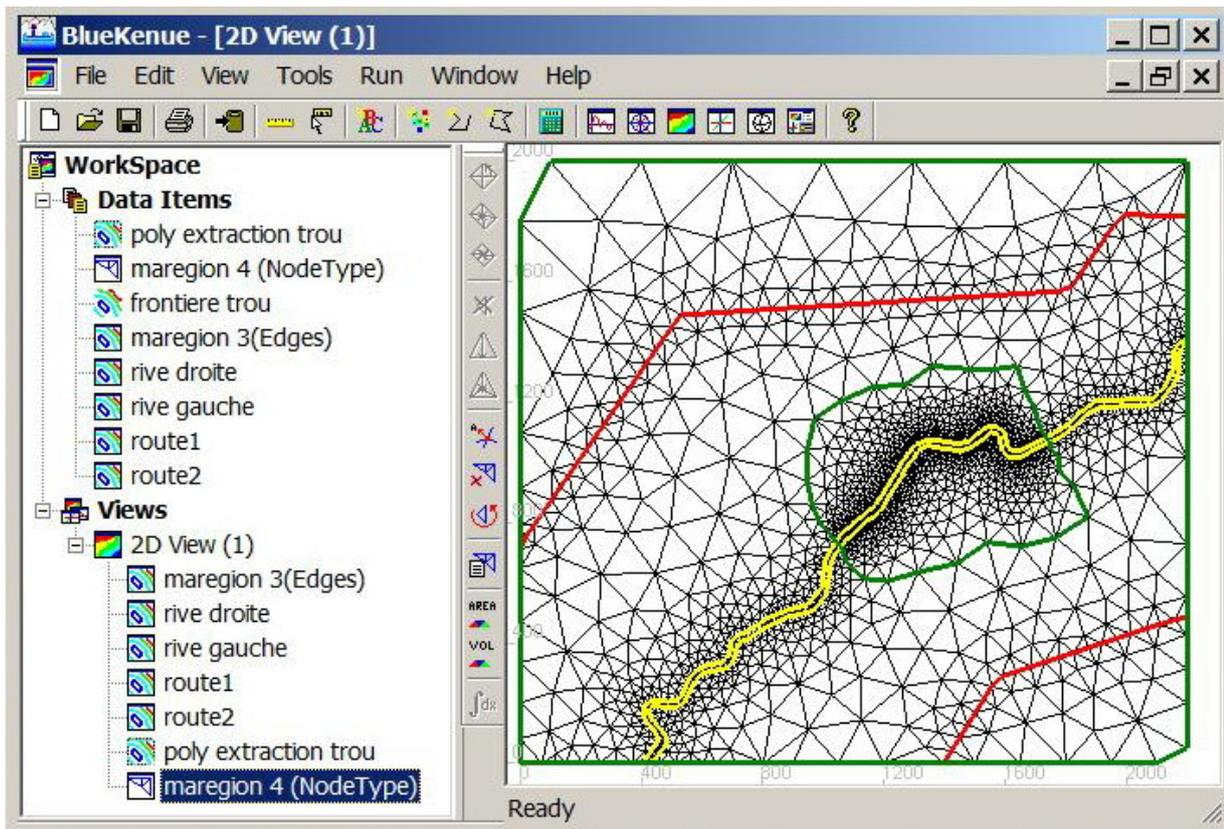

FIGURE 2.18 – Maillage final montrant la différence de densité des mailles le long du canal
- Le maillage à l'intérieur du trou a pu être ainsi modifié sans changer le reste des éléments à l'extérieur du trou. (Fig. 2.18 )